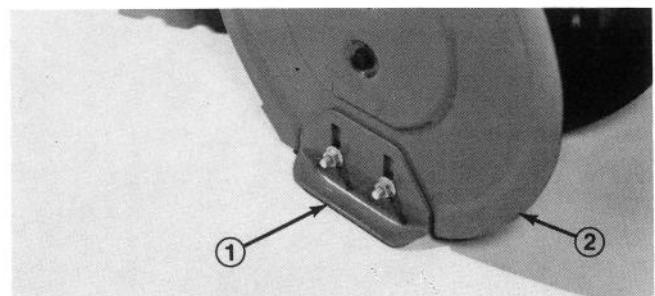

Abb. 27
1. Die Schneefräse auf eine ebene Fläche stellen. Dann die vier Bundmuttern (Abb. 27) lösen, mit denen beide Kufen an den Seitenplatten des Räumgehäuses befestigt sind. Die Kufen müssen sich nach unten und oben verschieben lassen.
3. Die vier Bundmuttern (Abb. 27), mit denen beide Kufen an den Seitenplatten des Räumgehäuses befestigt sind, lösen. Dann die Kufen ganz nach unten schieben, so dass das Räumgehäuse grösstmöglichen Abstand vom Boden hat. Nun die Bundmuttern wieder festziehen.